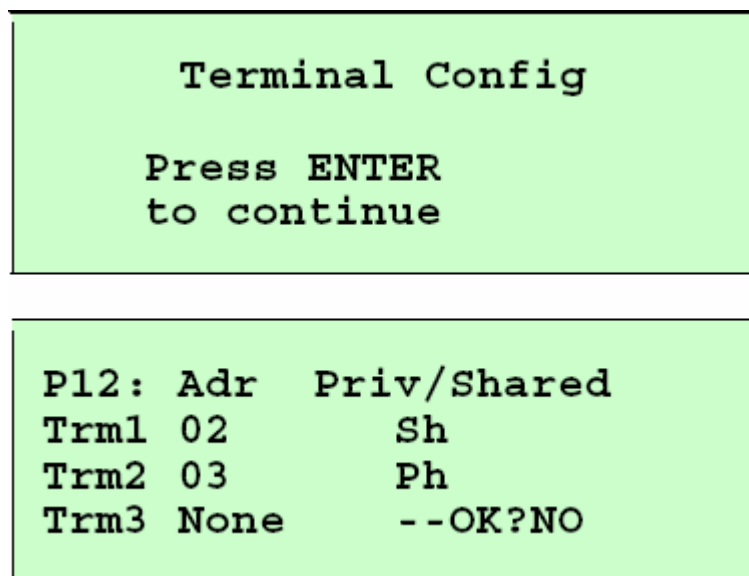

Рис.11
-используя клавиши UP и DOWN, выбрать экраны , показанные на рис.11;
Поле P: xx показывает адрес выбранной платы; в примере на рис.11 выбран параметр P12. Для выхода из процесса конфигурирования и сохранения информации выбрать «OK?» и «Yes», нажать ENTER для подтверждения.